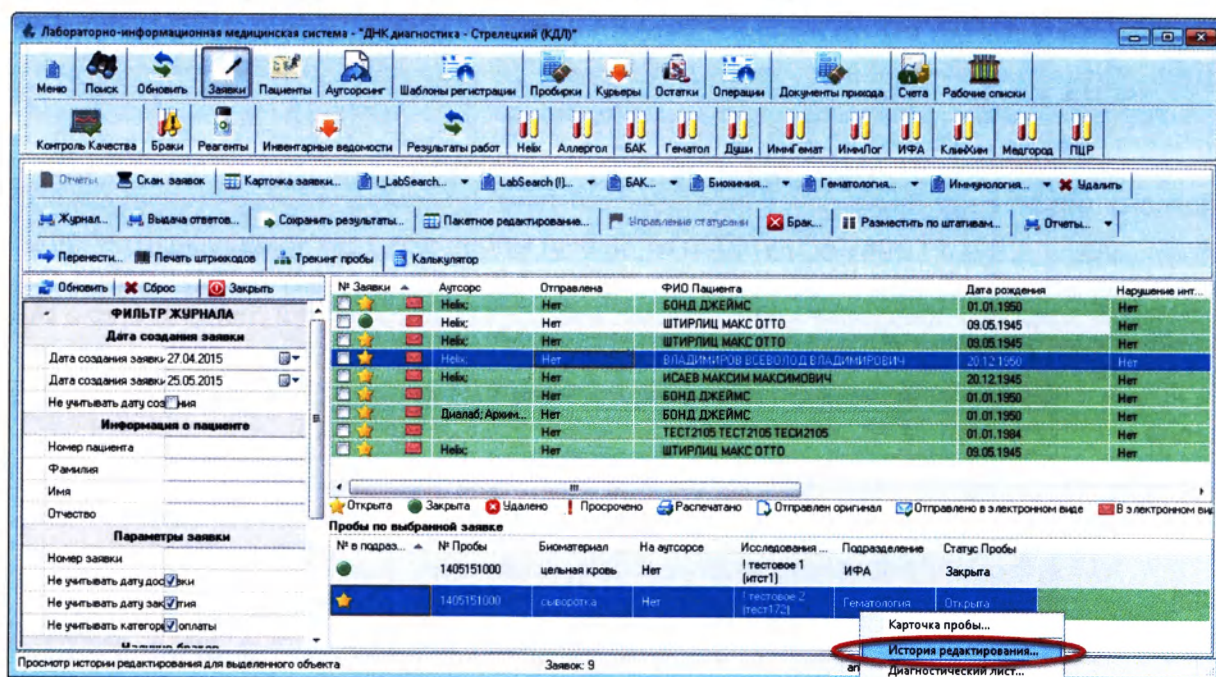

Рисунок 14.13
- Щелкните по выбранной пробе правой кнопкой мыши и в выпавшем списке выберите пункт «История редактирования» (Рисунок 14.13):